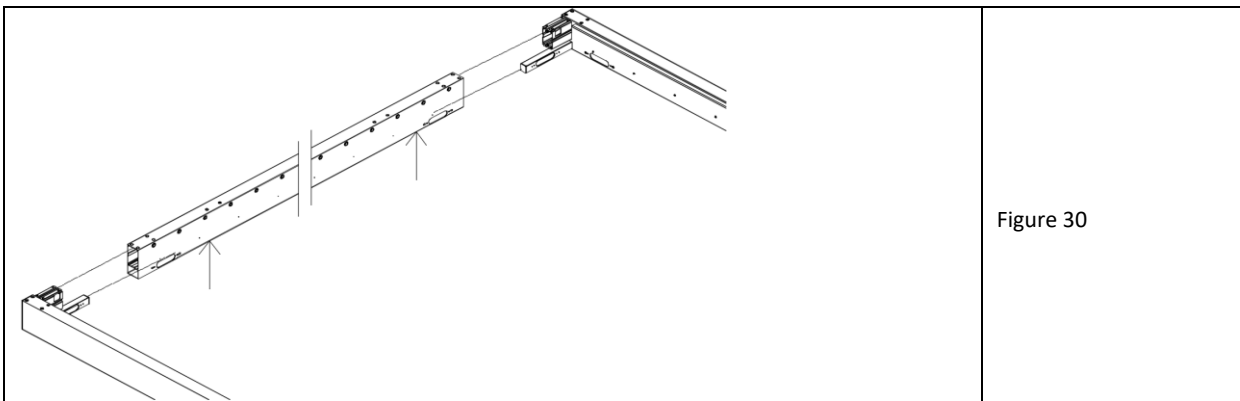

Figure 30
7. Insérez successivement les deux poutres transversales dans les extrémités de la poutre longitudinale fixée au mur - l'os dans la chambre supérieure et le bras du trop-plein d'angle dans la chambre inférieure avec le capuchon contre le mur) -fig.30.